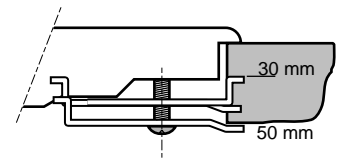

fig. 9
- **Seulement pour CKB 640:** visser les étriers de fixation (voir fig. 9).